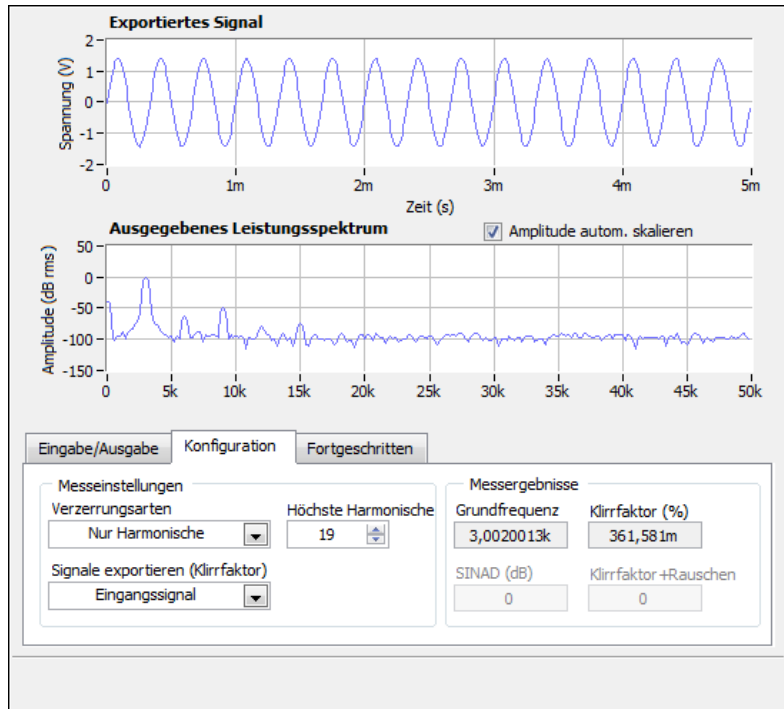

Abbildung 2-3. Registerkarte “Schritteinstellungen” des Schritts “Verzerrung”
1. Klicken Sie den Schritt “Verzerrung” in der Ansicht **Projekt** doppelt an. Daraufhin wird die Registerkarte **Schritteinstellungen** des Schritts “Verzerrung” wie in Abbildung 2-3 angezeigt.